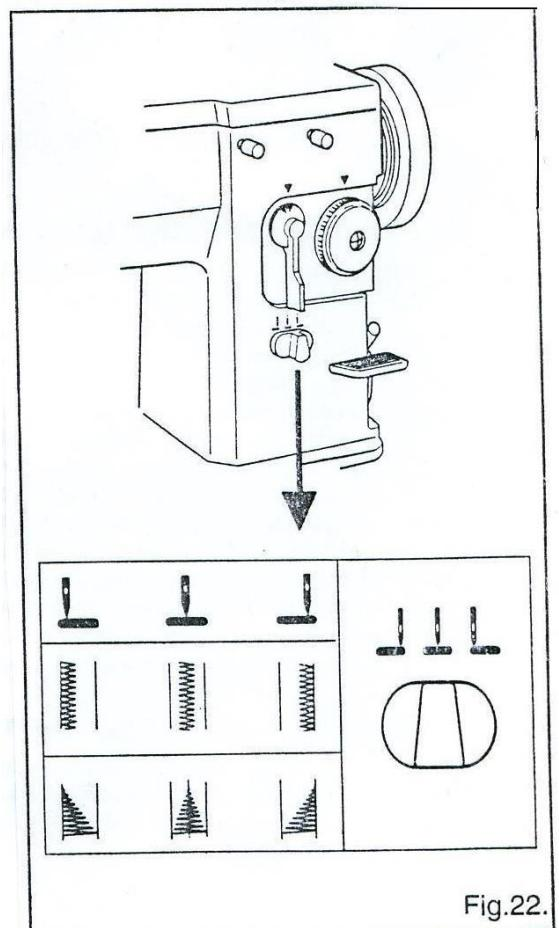

Fig.22.
18. Выбор положения иглы (Рис. 22) (20033/43/53/53A/6 3)